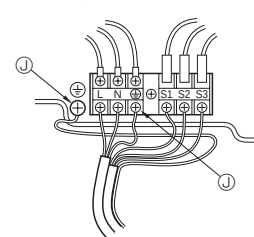

Fig. 6-2
6.1. Наружный прибор (Fig. 6-1, Fig. 6-2)
- ① Снимите защитную панель.
- ② Подсоедините кабели, как указано на Fig. 6-1 и Fig. 6-2.